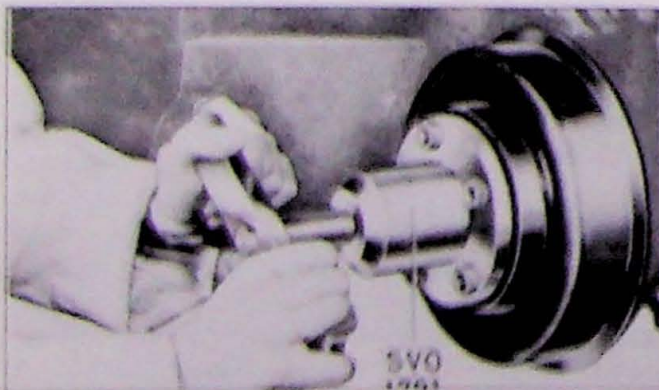

Fig. 11.7. Demontage van de naaf
2. Maak de handrem los. Trek de naaf met werktuig SVO 1791 los (Fig. 11.7).
3. Verwijder de remtrommel en de naaf met trekker SVO 1791 (Fig. 11.7). Haak de kabel uit de hefarm van de remschoenen.